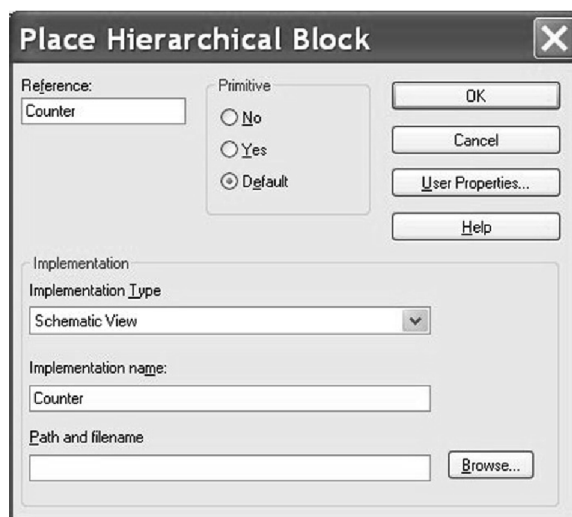

图 20.47 建立 counter 电路的层模块
10. 如图 20.47 所示, 按照第 9 步的具体步骤绘制另外一个层模块, 并将其命名为 counter。单击 OK 按钮对设置进行确定, 然后如图 20.40 所示在原理图中对层模块进行放置。